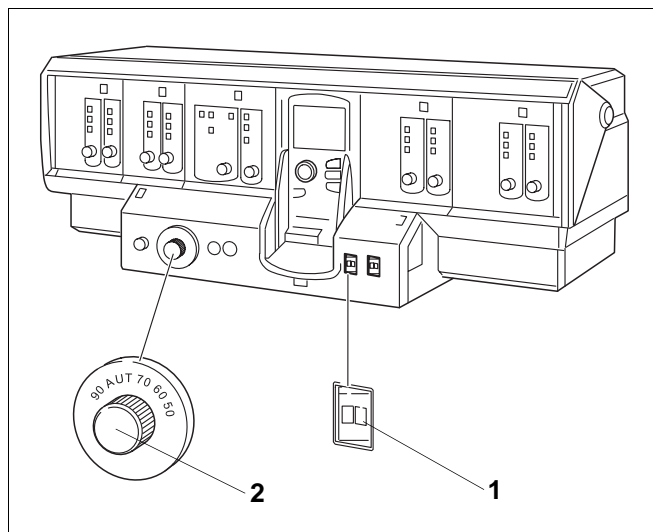

Рис. 1 Система управления, например, Logamatic 4311
- Перевести пусковой выключатель (рис. 1, поз. 1) в положение „I“ (Вкл.).
- Регулятор температуры воды в котле (рис. 1, поз. 2) поставить в положение AUT или установить на 80°C. Для режима поддержания постоянной температуры установить нужную температуру, т.е. для газовых горелок мин. 60°C и для дизельных горелок мин. 50°C.
- Выключатель горелки (рис. 1, поз. 1) перевести в положение „0“ (Выкл.).